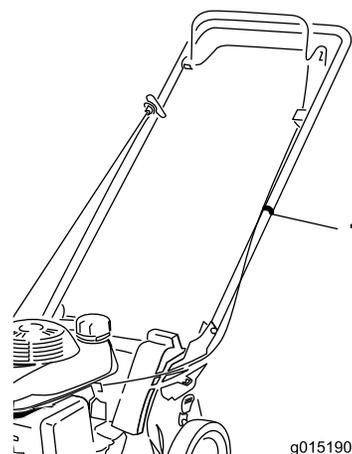

Figure 7
5. Fixez les câbles lâches au guidon (Figure 7) au moyen du serre-câble fourni dans le sachet de pièces détachées.